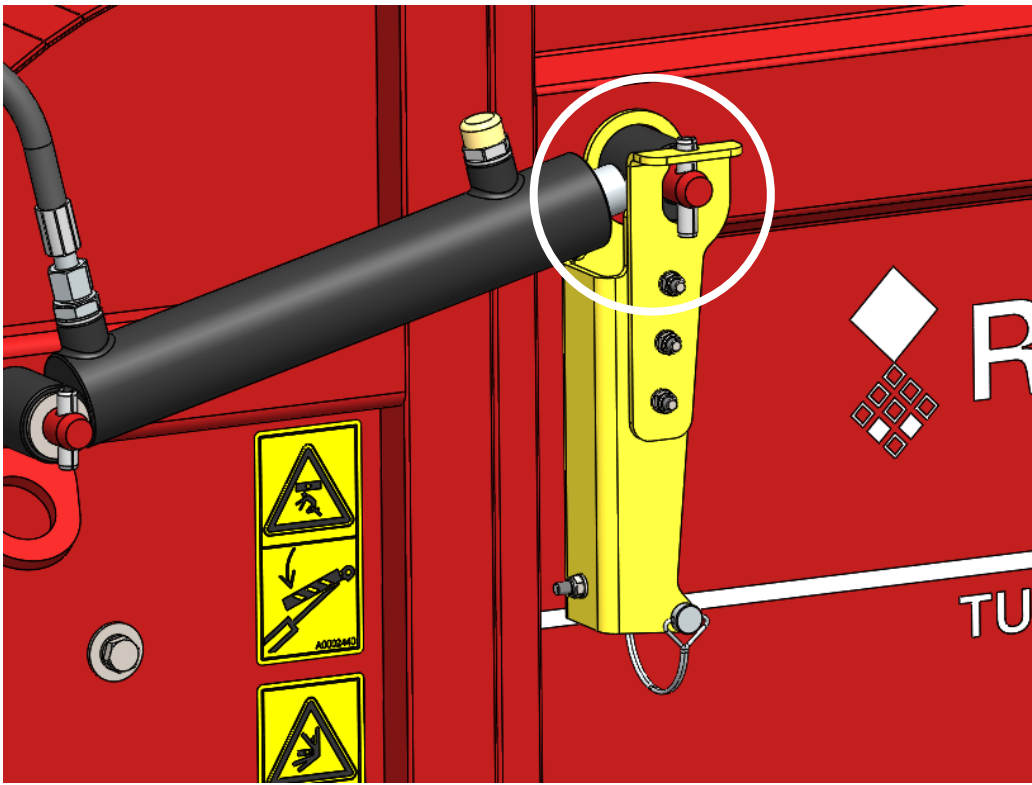

Fig. 14
12. Déverrouillez les verrous à cylindre et faites-les pivoter pour les ramener en position de travail. Assurez-vous que le verrou est bien fixé par la goupille (Fig. 14).